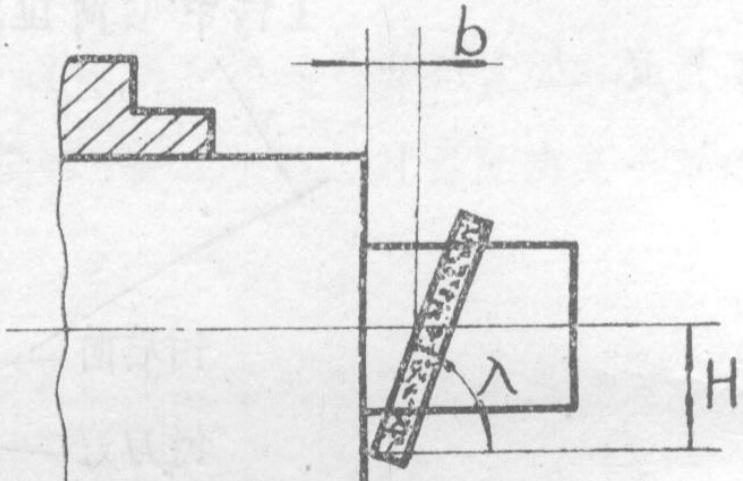

图 4
(2) 吃刀深度( $t$ )受工件直径( $D$ )及刀尖(即工件中心)至主刀刃最低切削点距离( $H_1$ )的限制(图4)。 $t \approx \frac{H_1^2}{D}$ ，应使 $H_1 \leq H$ 。